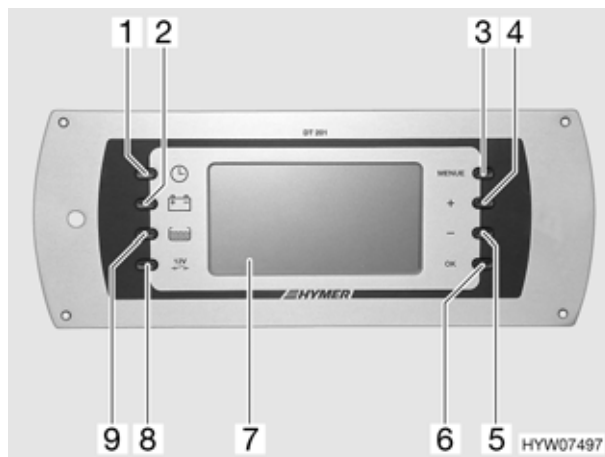
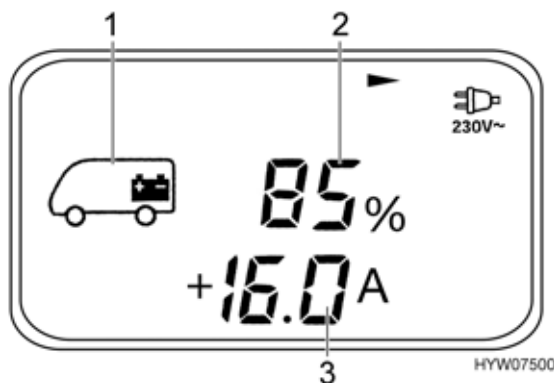
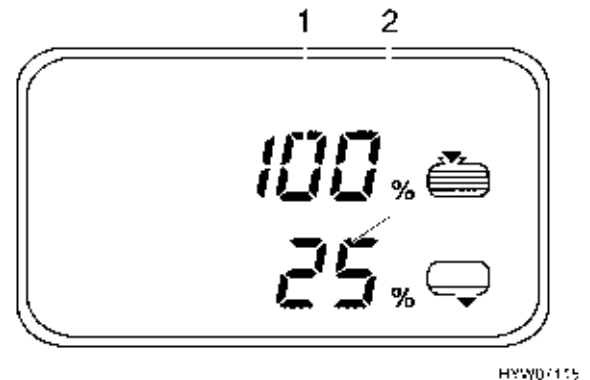

Fig. 129 Pannello di controllo (variante 4)
Fig. 132 Menu Batteria (batteria dell'abitacolo)
Fig. 133 Menu Serbatoio
L'interruttore principale a 12 V (Fig. 129,8) inserisce o disinserisce il pannello di controllo e l'alimentazione a 12 V dell'abitacolo.
- Premere il tasto (Fig. 129,8): l'alimentazione a 12 V dell'abitacolo è inserita. Il display LCD (Fig. 129,7) mostra il menu base ed è illuminato per 20 secondi. In caso di allarme appare inoltre il rispettivo indicatore.
- Premere il tasto (Fig. 129,8): l'alimentazione a 12 V dell'abitacolo è disinserita. Per la conferma viene indicato lo stato  per 3 secondi. Successivamente il display LCD si spegne.
Il menu base (Fig. 131) appare sempre dopo l'accensione con l'interruttore principale a 12 V (Fig. 129,8). Quando si premono i tasti il display LCD si illumina automaticamente.
■ Premere il tasto (Fig. 129,1): appare il menu base.
■ Premere il tasto (Fig. 129,2): appare il menu Batteria (Fig. 132).
- Capacità della batteria (% o Ah) (Fig. 132,2), corrente di carica (+A) (Fig. 132,3) e corrente di scarica (-A) della batteria dell'abitacolo (Fig. 132,1). Come cambiare dall'indicatore % a quello Ah: premere il tasto "OK" (Fig. 129,6).
- Tensione (V) della batteria dell'abitacolo e della batteria di avviamento (pagina di menu 2)
- Premere il tasto (Fig. 129,9): appare il menu Serbatoio (Fig. 133).
- Livello del serbatoio dell'acqua (Fig. 133,1)
- Livello del serbatoio delle acque grigie (Fig. 133,2)
- Premere il tasto "MENU" (Fig. 129,3) per più di 3 secondi: appare il menu Impostazioni (Fig. 134).
- Premere una volta il tasto "MENU" (Fig. 129,3).
- Inserire ("ON") o disinserire ("OFF") con i tasti (Fig. 129,4 e 5) l'impianto Eis-Ex e con il tasto "OK" (Fig. 129,6) confermare.
- Modificare la relativa cifra lampeggiante con i tasti (Fig. 129,4 e 5) e usare il tasto "OK" (Fig. 129,6) per confermare.
- Premere due volte il tasto "MENU" (Fig. 129,3).
Il menu base appare e i simboli (Fig. 130,5, 10 o 11) iniziano a lampeggiare quando il serbatoio dell'acqua è vuoto oppure il serbatoio delle acque grigie è pieno. Inoltre nel menu Serbatoio lampeggia il valore corrispondente in percentuale (Fig. 133,1 o 2).